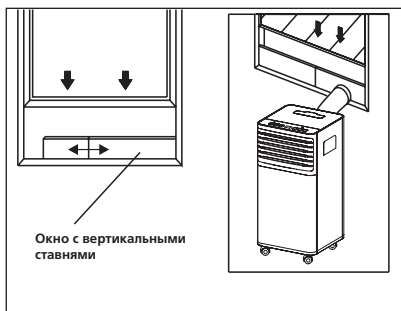
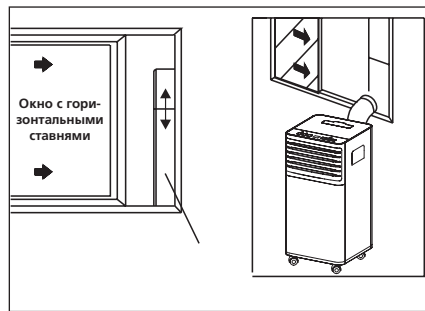

Рис. 8
Рис. 9
- б. Поместите кронштейн на подоконник, закрепите его с помощью штифта, затем опустите окно. Вставьте выпускное сопло в слот кронштейна, после этого подсоедините шланг к кондиционеру. Следуйте изображению на Рис. 8 для окна с вертикальными ставнями, и изображению на Рис. 9 для окна с горизонтальными ставнями.